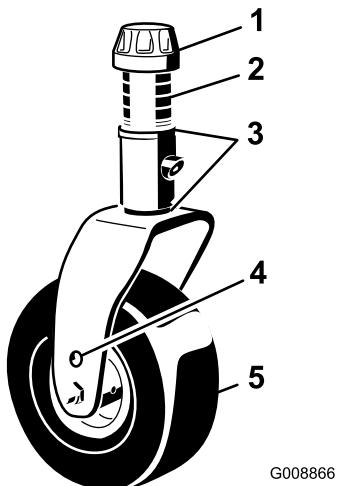

Figure 3
2. Placez les essieux des roues pivotantes dans les mêmes trous sur les deux fourches. Pour choisir les trous correspondants au réglage, reportez-vous à la Figure 3.
3. Enlevez le chapeau de tension de l'axe de pivot (Figure 3) et sortez l'axe du bras pivotant. Replacez les 2 cales (3 mm) sur l'axe de pivot dans leur position d'origine. Elles sont requises pour que les plateaux de coupe soient parfaitement de niveau sur toute la largeur. Placez le nombre requis d'entretoises de 13 mm sur l'axe de pivot pour obtenir la hauteur de coupe voulue, puis ajoutez la rondelle.